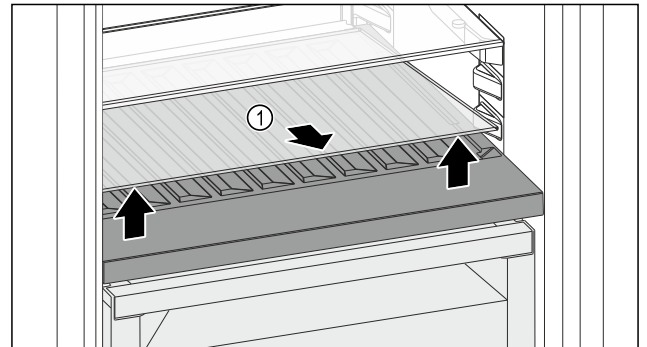

Fig. 209
- Nosta lasilevyä Fig. 209 (1) edessä olevasta syvennyksestä ja ota ulos.
- Säilytä lasilevyä Fig. 209 (1) turvassa laitteen ulkopuolella.
- Aseta lasilevy (2) muunneltavan pulloalusta alle.